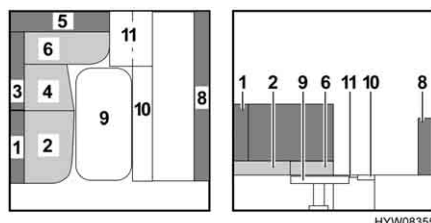

Fig. 84 Durante la trasformazione
- Sollevare leggermente la rete del letto (Fig. 84,10) ed estrarla fino all'arresto.
- Inserire la base del cassone letto (Fig. 84,11) tra il cassonetto del divano trasversale e la rete del letto del divano estratta. Prestare attenzione alla rientranza sul lato del divano trasversale. I due perni sul lato inferiore della base del cassone letto devono infilarsi tra gli spazi della rete del letto.